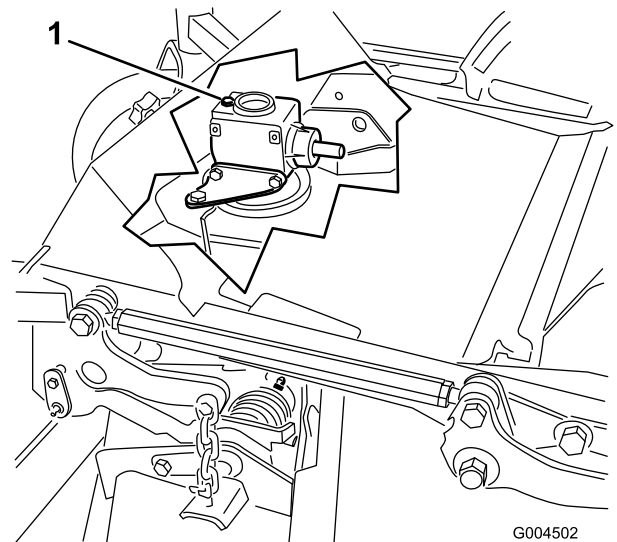

図 30
6. ギアボックスの上部についているディップスティック兼給油プラグを取り、オイルの量が、ディップスティックについている2本のマークの間にあることを確認する 図 30。
6. ギアボックスの上部についているディップスティック兼給油プラグ 図 30 を取る。